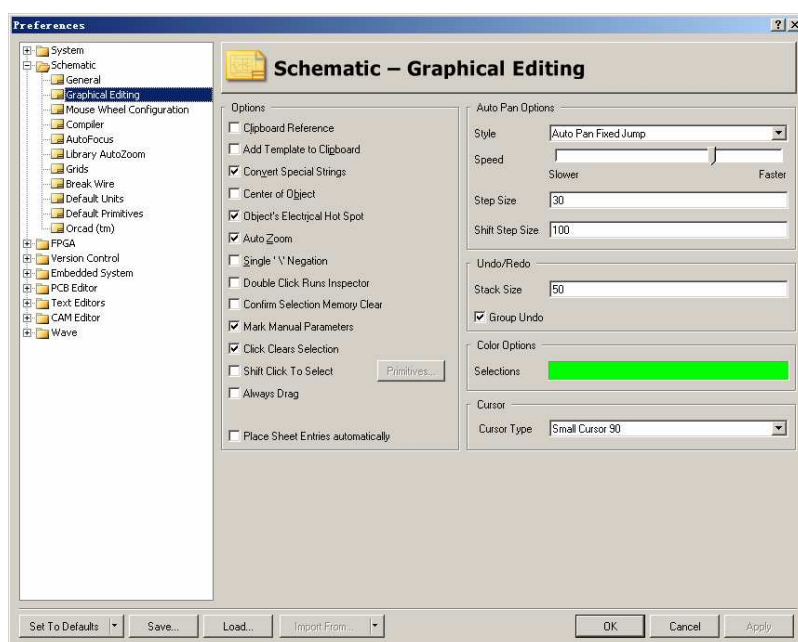

图 2.65 “Schematic-Graphical Editing”选项页
(15) 选择“Tools”->“Schematic Preferences”命令，打开“Preferences”对话框，在对话框左边的树形列表中选择“Schematic”->“Graphical Editing”项，打开如图 2.65 所示的“Schematic-Graphical Editing”选项页。